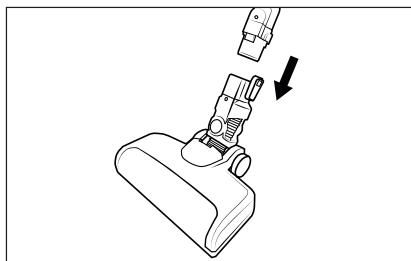

Fig. 2
- 2) Infilare il tubo di aspirazione **23** nella spazzola per pavimenti **21** fino a quando non si innesta in posizione con un clic (vedere fig. 2).